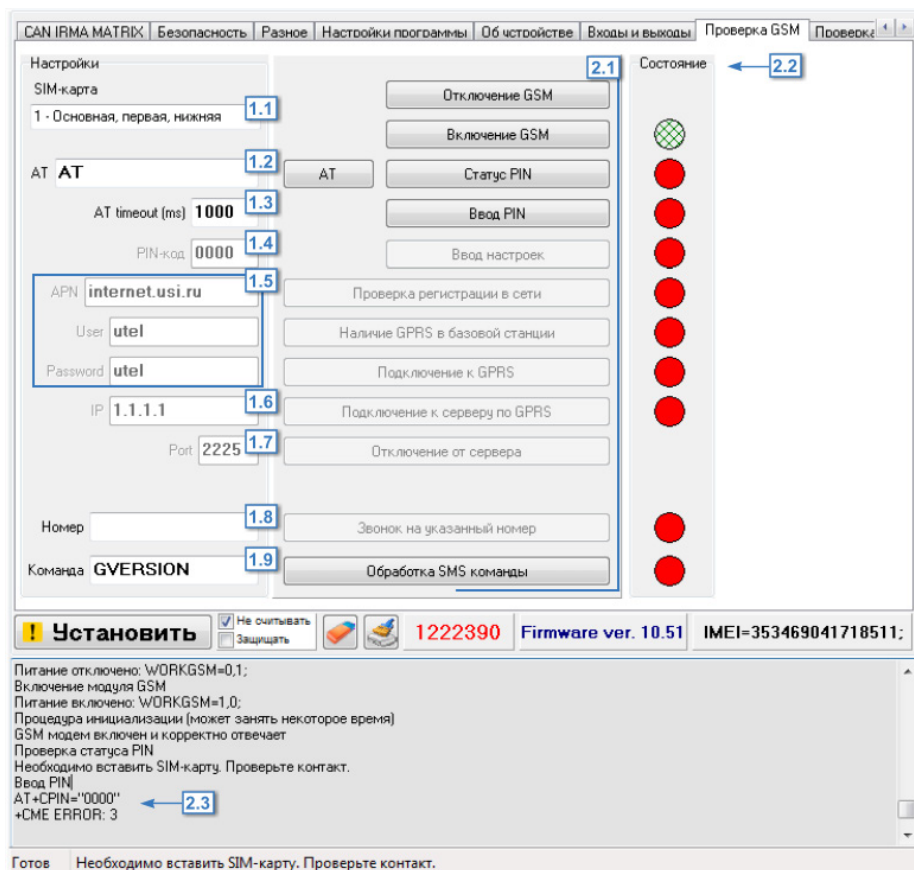

Рис.79. Вкладка Контроль. Проверка GSM.
2. Проверка GSM модема прибора. Перед началом проверки модема необходимо выбрать SIM-карту, с которой будет проверяться модем (Рис.79, п. 1.1).
Для проверки модема нажимайте кнопки с командами (Рис.79, п. 2.1) в порядке их расположения. Обработка каждой команды занимает некоторое время. Состояние обработки команды можно отслеживать при помощи индикаторов состояния (Рис.79, п. 2.2) и в строке состояния (Рис.79, п. 2.3).
14. Выполните звонок на указанный в поле 1.8 (Рис.79) номер (кнопка Звонок на указанный номер). При голосовом вызове светодиод «GSM» горит постоянно.
15. Проверьте работу модема с SMS командами. Введите команду в поле 1.9 (Рис.79) и нажмите кнопку «Обработка SMS команд».